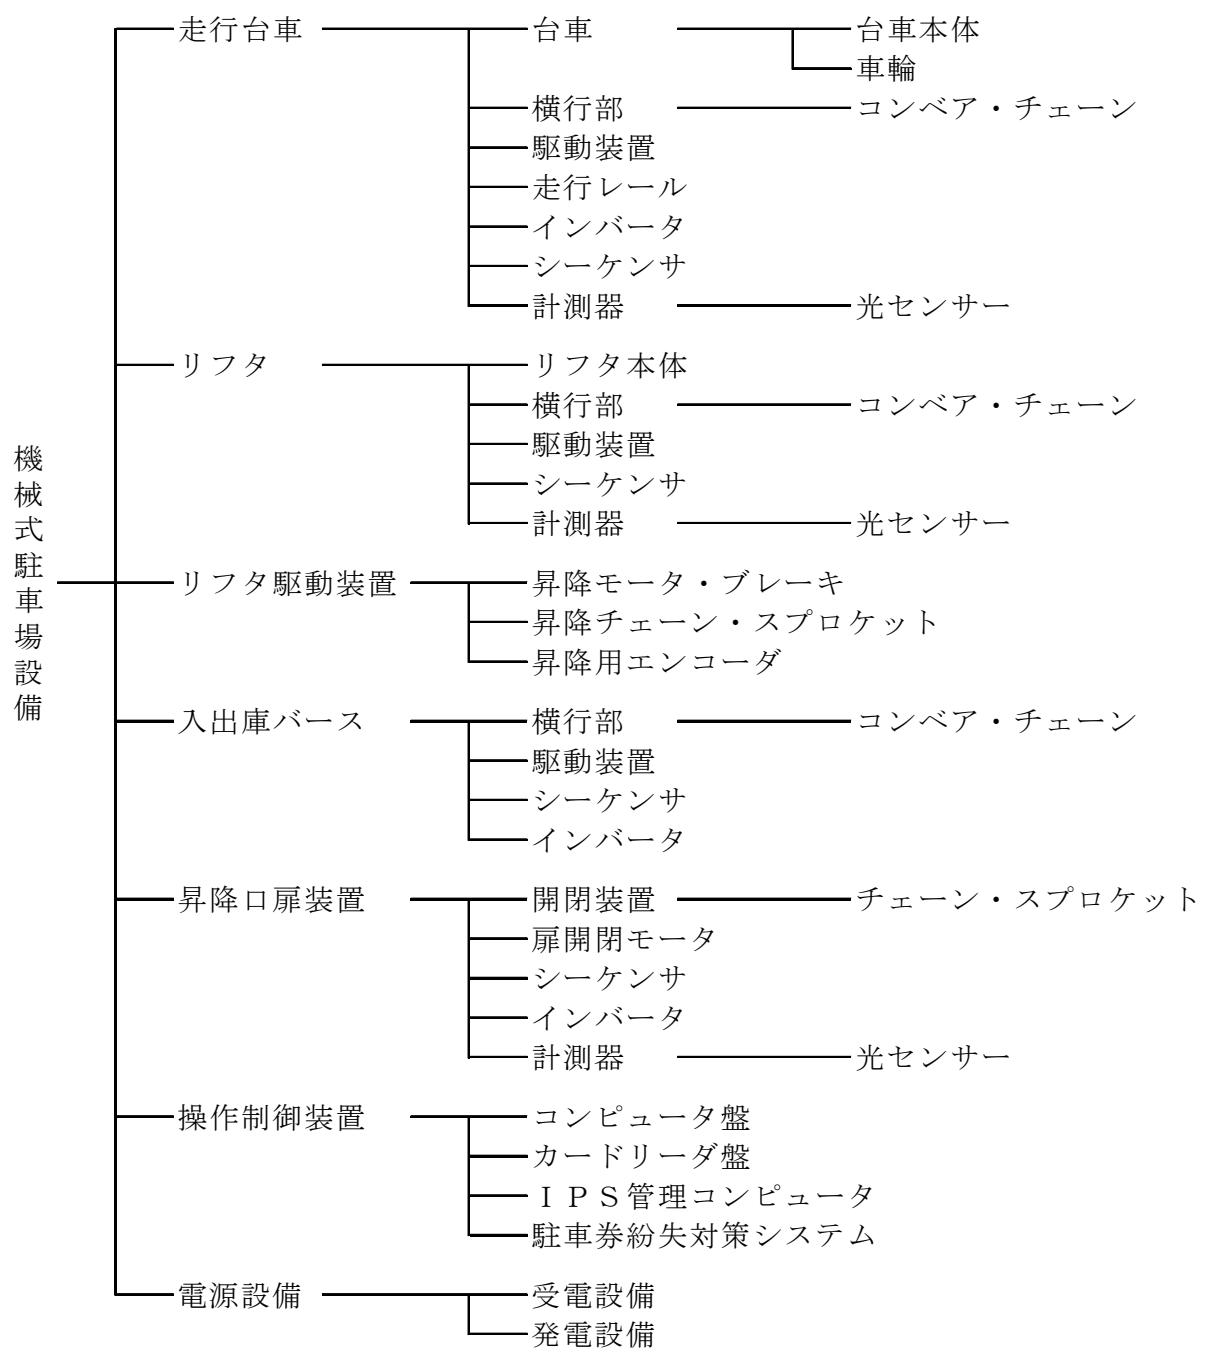

図 1 - 1 機械式駐車場設備の設備区分と構成例
2. 図1－1及び図1－2に機械式駐車場設備の設備区分と構成例を示す。